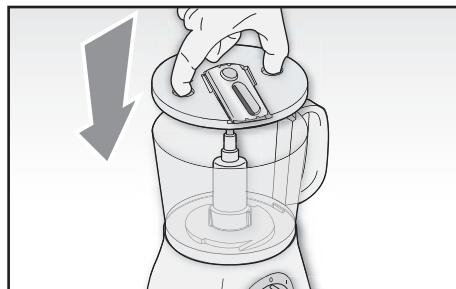

Abb. 8
Die komplette Messerhaltescheibe auf dem Motorzapfen (C) montieren, und sie dabei an den entsprechenden Ösen fassen. Dabei achten, dass die Scheibe nach oben (Abb. 8) gerichtet sein soll.